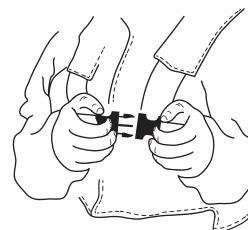

Fig. 1
Le harnais de la débroussailleuse est équipé d'un verrou à dégagement rapide accessible situé au niveau de la poitrine de l'utilisateur, qui sert de dispositif de sécurité pour jeter la machine en cas d'incendie (Fig. 1). Vérifiez toujours avant d'utiliser la débroussailleuse que le verrouillage rapide fonctionne correctement.
- ▶ À l'avant du harnais se trouve une articulation à dégagement rapide facilement accessible (située au niveau de la poitrine de l'utilisateur), qui peut être utilisée en cas de danger qui nécessite de se libérer de la machine (Fig. 1).